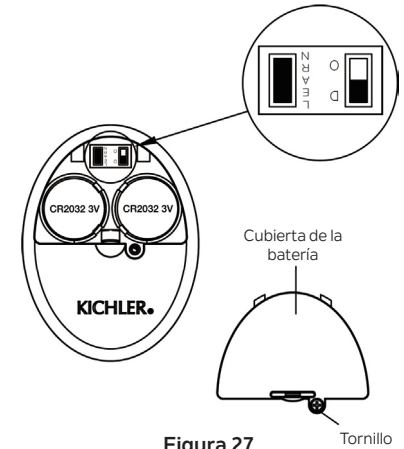

Figura 27
De lo contrario, el control remoto no funcionará. Para realizar este proceso manualmente, siga los pasos a continuación: Después de instalar y cablear la unidad, restaure la energía a su ventilador, presione y mantenga presionada la tecla LEARN (Aprender) durante 1 y 3 segundos, el ventilador se encenderá a velocidad media y la luz (si está instalada) se encenderá. Esto confirma que se ha completado el proceso de aprendizaje. Esta operación debe completarse dentro de los 30 segundos después de restaurar la energía al ventilador. (Figura 27)
NOTA: Asegúrese de que el interruptor deslizante en el compartimiento de la batería marcado "D O" esté en la posición "D". (Figura 27)
Paso 4. Vuelva a colocar la cubierta de la batería y apriete con un destornillador. (Figura 27)